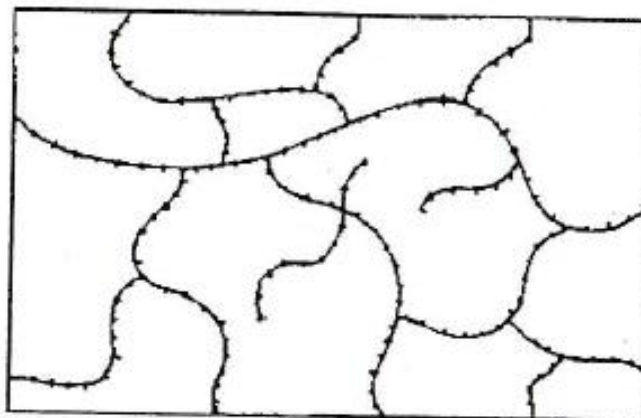

Figure 3 : Représentation schématique d'un polymère tridimensionnel
- *Celle des polymères tridimensionnels*, qui résultent de la polymérisation de monomères dont la valence moyenne est supérieure à deux ou encore de la réticulation (formation d'un réseau tridimensionnel), par voie physique ou chimique, de polymères linéaires. Les liaisons se développent dans les trois dimensions et un élément de volume d'un tel système peut être représenté comme sur la figure 3.